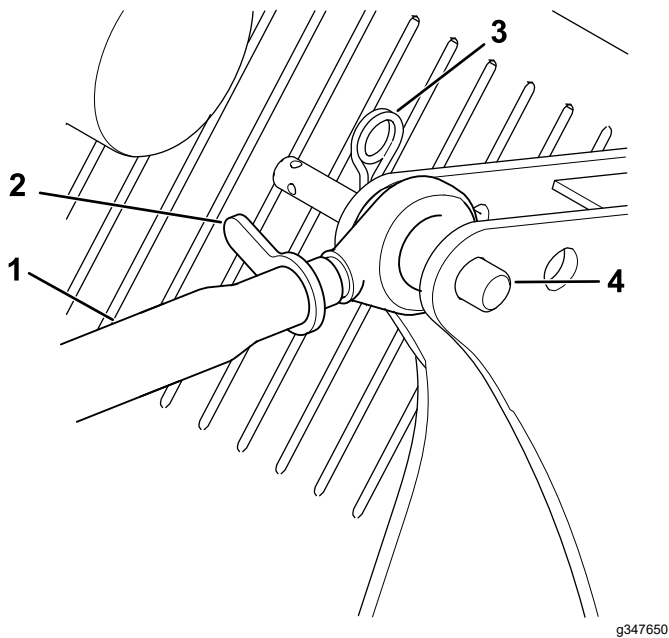

Figure 26
- Desserrez l'écrou de blocage du bras d'attelage supérieur et tournez le bras (Figure 26) de telle sorte que l'accessoire repose sur les pieds et le sol de niveau.